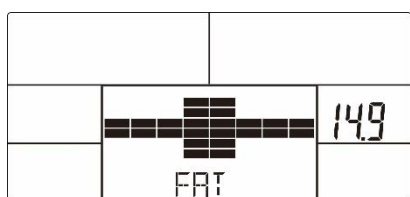
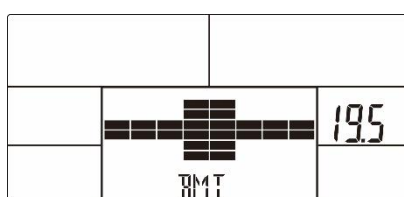

Bild 23
Bild 24
4. Skärmen visar sedan symbolen BODY FAT, din fettprocent (bild 23) och BMI (bild 24) i 30 sekunder.